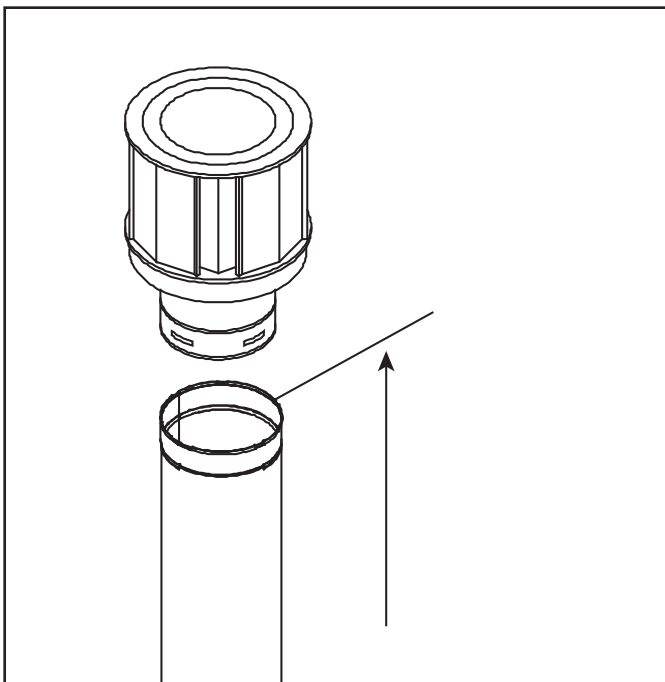

Figure 4.8 Mesure à l'extrémité supérieure de la dernière section du tuyau
- Les extrémités verticales doivent être mesurées à partir de l'extrémité supérieure de la dernière section du tuyau. Voir la figure 4.8.